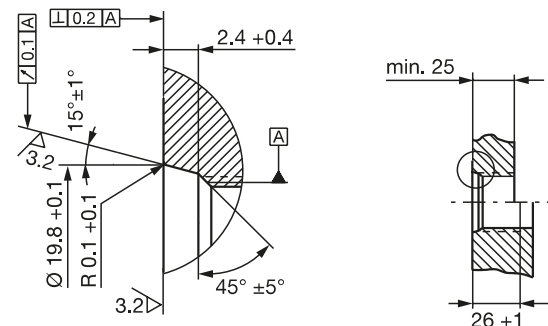
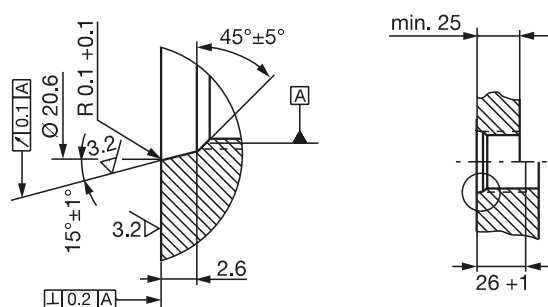

Fig. 4-3 : Trou de vissage M18x1.5 selon ISO 6149, joint torique 15.4x2.1
Fig. 4-4 : Trou de vissage 3/4"-16UNF selon SAE J475, joint torique 15.3x2.4
- ▶ Réaliser le trou de vissage avec filetage (le cas échéant lamage pour le joint torique) conformément à la Fig. 4-3 ou à la Fig. 4-4.